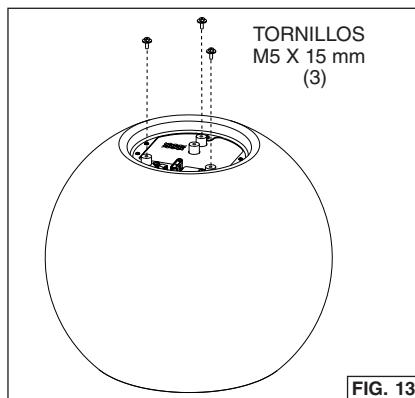

FIG. 13
1. Enrosque tres (3) tornillos M5 x 15 mm en el cuerpo de la campana pero no los apriete. Fig.13.